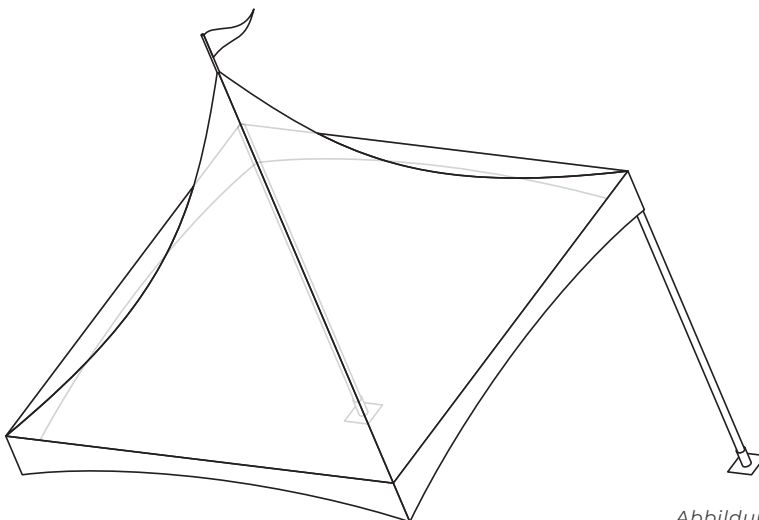
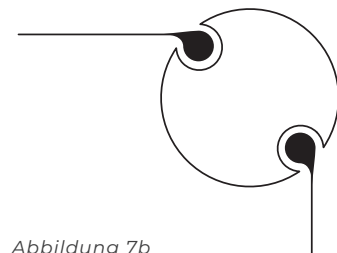

Abbildung 7a
Abbildung 7b
8. Platzieren Sie zwei Pfähle an einer Seite unter dem Rahmen, sodass der Dachrahmen schräg liegt (siehe Abbildung 7a). Achten Sie darauf, dass die Verbreiterung des Kederschlitzes in den vertikalen Pfählen oben liegt und dass die Kederschlitze in einem Winkel von 45° zu den Ecken des Zelts angebracht werden (Abbildung 7b).